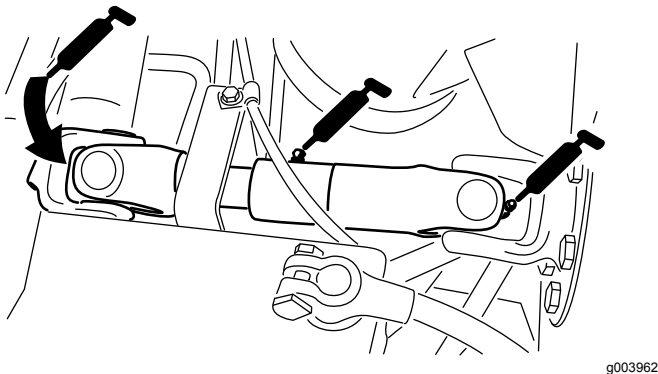

Figure 60
- Joint de cardan d'arbre d'entraînement de pompe (3)—Figure 60